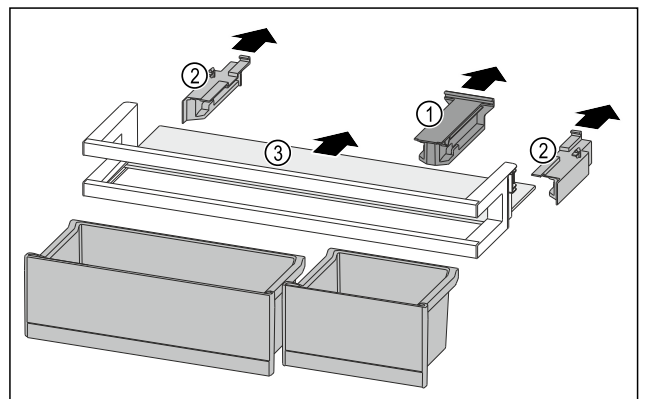

Fig. 248
- Estrarre l'elemento di tenuta Fig. 248 (1).
- Togliere gli elementi laterali Fig. 248 (2).
- Rimuovere il ripiano Fig. 248 (3).